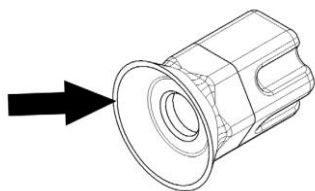

図 13
- (2)毎月のお手入れ： 六角ローターのガスケットが摩耗していないかどうか確認してください。摩耗している場合は、六角ローターごと、メーカー純正のサービスパーツに取り換えてください。（図 13 参照）